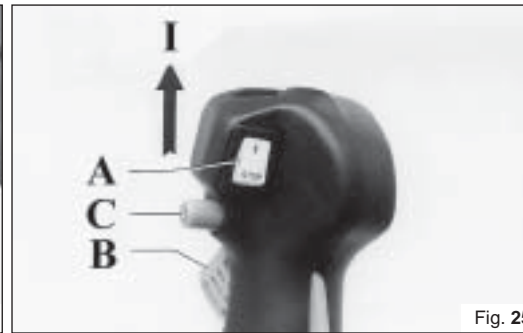

Fig. 25
T - Переведите выключатель (A, Рис. 25) в положение "I". Оттяните рычаг акселератора (B) и положите половины ускорения нажимая на кнопку (C) ; отпустите рычаг (B).